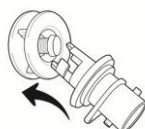

Figure 2
- Insert the correct pump adaptor, which will lock onto the valve (*figure 2 & 3*)
- Legen Sie die richtige Pumpenadapter , die auf das Ventil sperrt wird (figure 2 & 3)
- Insérez l'adaptateur de pompe correcte, ce qui permet de verrouiller sur la vanne (figure 2 & 3)
- Inserire l'adattatore della pompa corretta , che si blocca sulla valvola (*figure 2 & 3*)